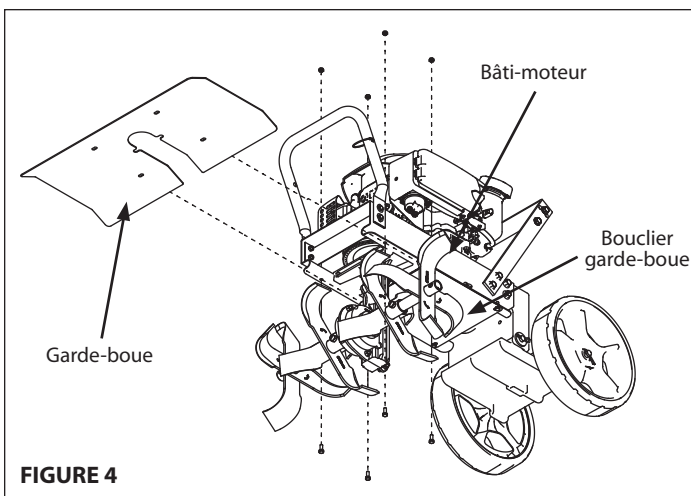

FIGURE 4
- Monter le garde-boue avec six (6) vis M6 et six (6) écrous autobloquants M6. Aligner les trous oblongs des deux côtés du garde-boue et mettre l'ensemble des vis et écrous en place avec de serrer à fond. **VOIR FIGURE 4**